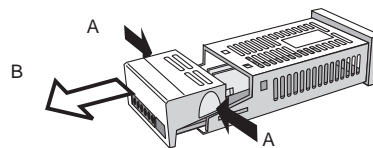

Fig.8a
- 2) Premere il coperchio della morsettieria nei punti A (vedere Fig. 8a) e sfilare lo strumento fino al primo blocco (pochi mm.) (vedere Fig. 8a [B]).